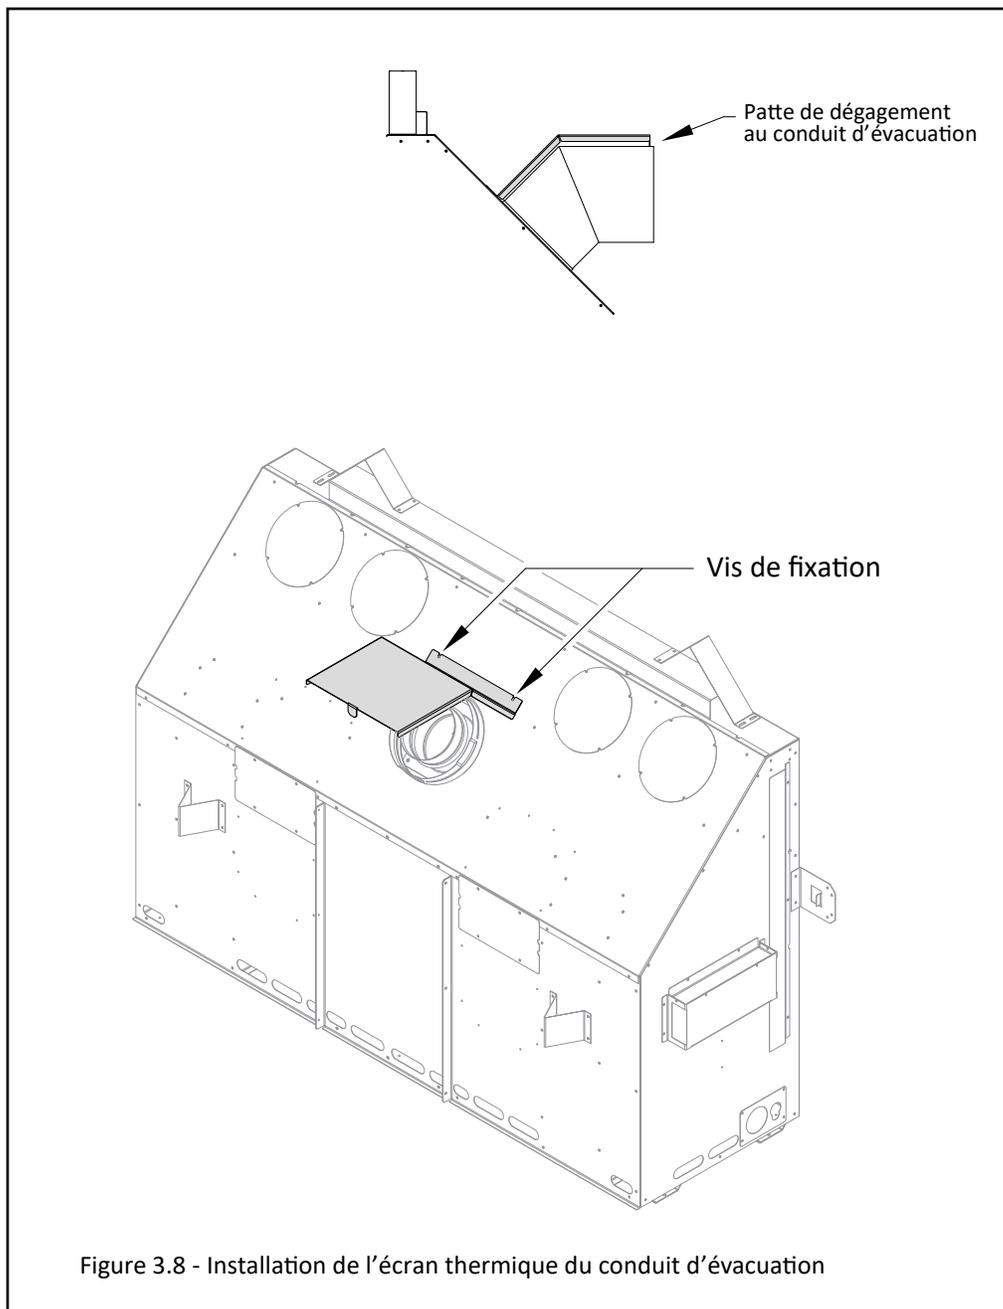

Figure 3.8 - Installation de l'écran thermique du conduit d'évacuation
1. Pliez aux perforations la patte de dégagement de l'écran thermique d'évacuation horizontal (tel que montré au haut de la Figure 3.8) .
2. Repérez les (2) trous de vis situés au-dessus de la buse d'évacuation à l'arrière du foyer.
3. Alignez les (2) fentes de l'écran thermique avec les (2) trous de vis correspondants à l'arrière du foyer. Fixez l'écran thermique avec les vis de fixation (fournies). La patte de dégagement de 1 po (25 mm) doit appuyer verticalement sur le dessus du conduit d'évacuation horizontal, tel que montré à la Figure 3.8.